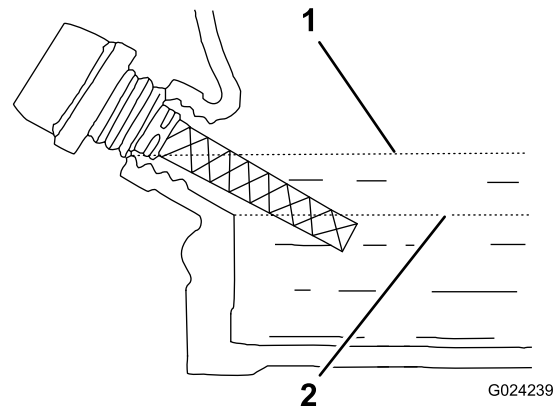

图19
**注意：** 如果油位接近或低于量油尺的下限标记，请仅添加足以将油位提升到量油尺上限标记（注油孔的底缘）的机油；请参阅（图19）。再次检查油位。切勿将曲轴箱加得过满。